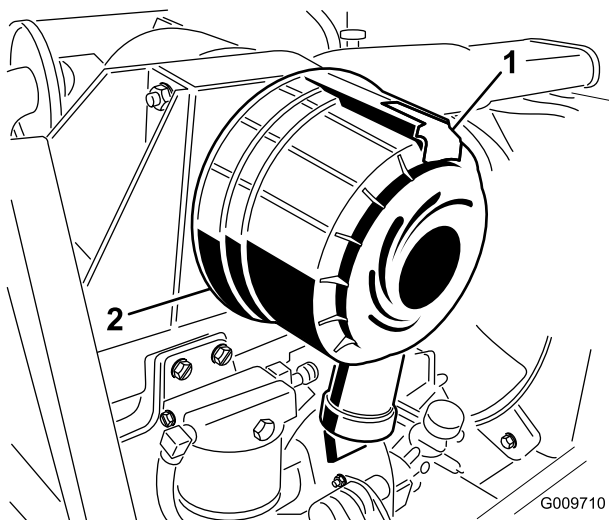

Figura 28
1. Tire hacia fuera del enganche y gire la tapa del limpiador de aire en sentido antihorario (Figura 28).